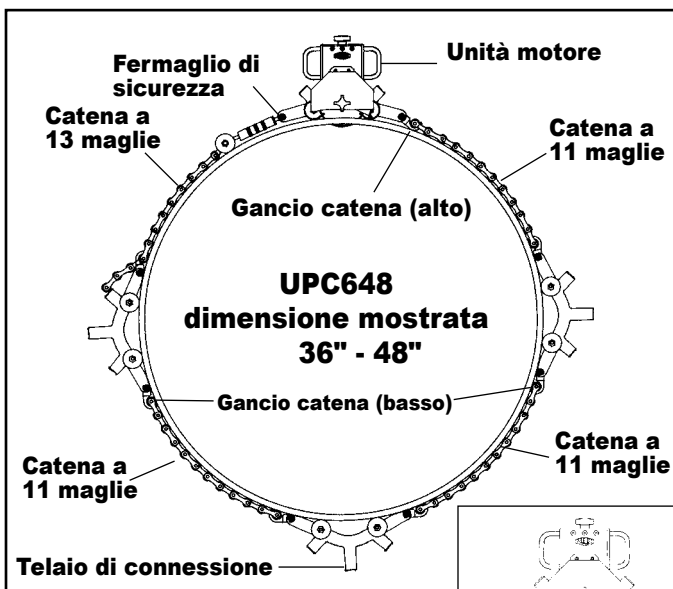

FIG. 5
3. Collegare il gruppo catena a maglie e tenditore all'unità motore con il fermaglio di sicurezza. Estendere il tenditore fino alla posizione più esterna. (Fig. 5)
6. Se il taglio dei tubi richiede i telai di connessione e le catene a 11 maglie (UPC636 e UPC648), preassemblare i ganci della catena ai telai di connessione in alluminio con i ganci catena orientati verso il basso. Tornare al passaggio 5 e accertarsi di spaziare i telai di connessione in maniera equidistante rispetto all'unità motore. (Fig. 5)